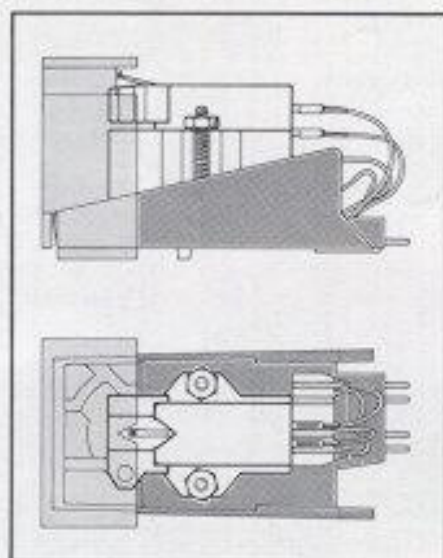

Fig. 12
2. Befestigen Sie das Tonabnehmersystem unter Verwendung des dem Tonabnehmersystem beigelegten Zubehörs auf dem Systemträger. Zu beachten ist, daß das Tonabnehmersystem am geometrisch richtigen Ort im Systemträger montiert wird (Fig. 12).